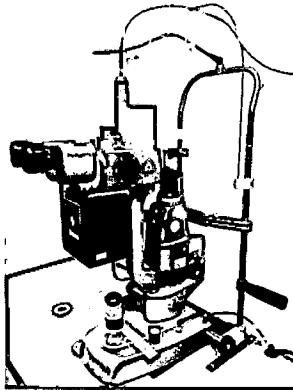

Figura 5.12 Montaje del soporte de la mentonera y de la fibra. Ajuste de la fibra a la abertura del sistema láser
10. Monte y asegure la base de la mentonera y asegúrese de que todas las conexiones estén enchufadas, incluyendo los conectores de la lámpara de hendidura y de la fuente de alimentación de la lámpara de fijación (consulte la figura 5.12)
11. Sujete el brazo de soporte de la fibra a la base de la mentonera y coloque suavemente la fibra en la abertura del módulo láser (consulte la figura 5.12)